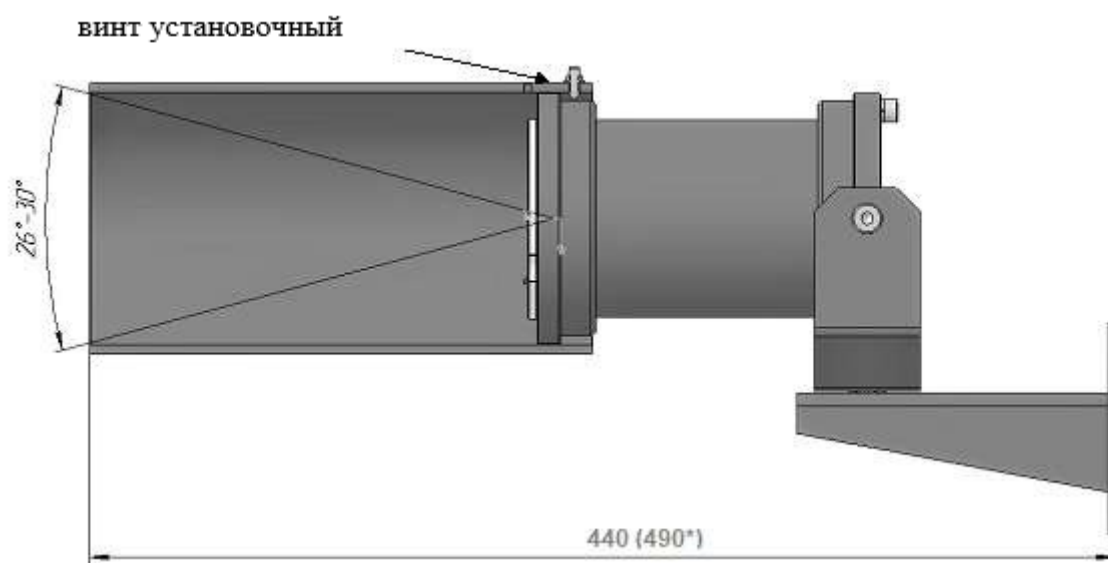

Рис. 2 – Установка оптической бленды Спектрон-01-М на извещатель, положение №1
Оптические бленды предназначены для снижения угла обзора извещателя на защищаемую зону. Угол обзора извещателя с установленной блендой может варьироваться в интервале от 26° до 34°, в зависимости от положения закрепленных установочных винтов, рис. 2 и 3. Габаритные размеры указаны в Приложении А.
- положение №1 позволяет выставить угол обзора извещателя от 26° до 30°, рис. 2.
Закрутить в предусмотренные отверстия в бленде, 3 установочных винта и законтрить гайкой (входящих в комплект поставки), рис. 2 и 3.